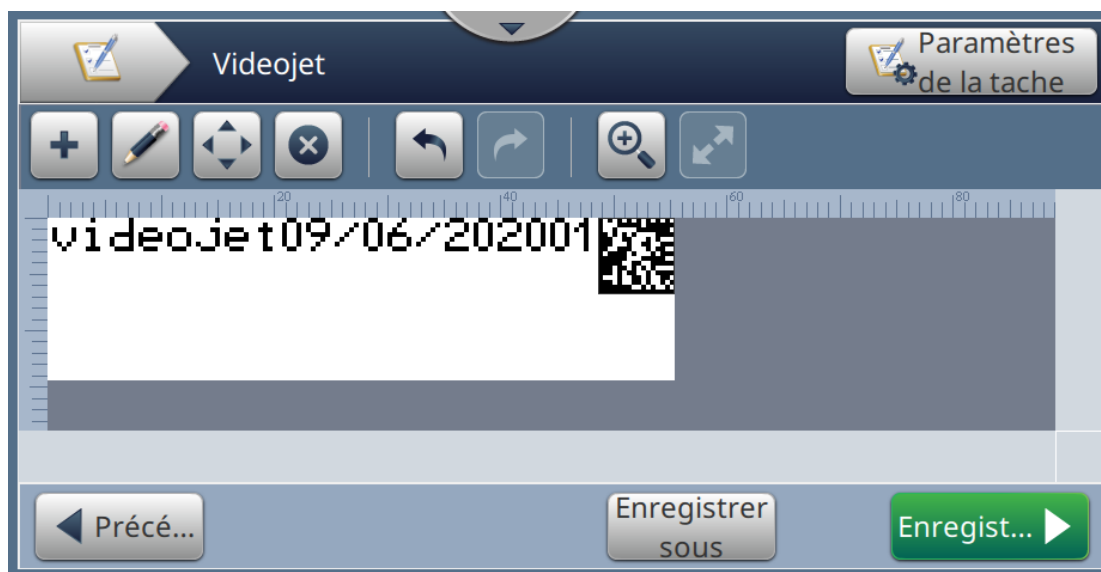

Figure 6-13 : Écran de l'éditeur de tâches
10. Appuyez sur le bouton  pour enregistrer les modifications. L'écran Éditeur de tâches s'ouvre, tel qu'illustré dans la Figure 6-13.